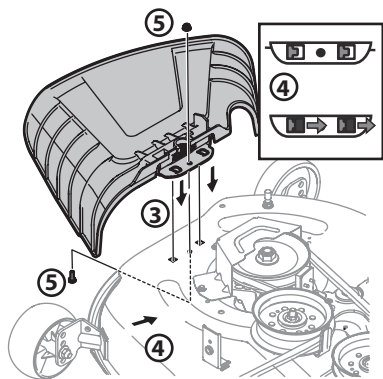

Figure 9
3. Placez le déflecteur de la goulotte d'éjection sur le plateau, veillez à insérer les languettes du déflecteur de la goulotte d'éjection dans les orifices du plateau. Consultez la Figure 9.
4. Faites glisser le déflecteur de la goulotte d'éjection vers l'arrière du tracteur jusqu'à ce que le trou de boulon du déflecteur de la goulotte d'éjection soit dans l'alignement du trou du plateau. Consultez la Figure 9.